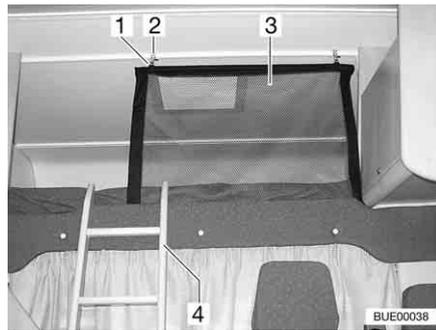
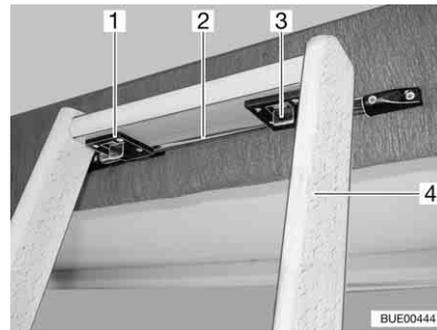

Bild 82 Alkovenbett
Bild 83 Aufstiegsleiter, Verriegelung
Aufstiegsleiter Zum Besteigen des Alkovenbetts die serienmäßig beigelegte Aufstiegsleiter (Bild 82,4 und Bild 83,4) benutzen.
- Die Leiter mit den beiden Haken (Bild 83,1) in die Stange (Bild 83,2) an der Alkovenblende einhängen.
- Die beiden Verriegelungen (Bild 83,3) nach vorne schieben.
Sicherungsnetz Das Sicherungsnetz (Bild 82,3) ist serienmäßig zwischen Matratze und Lattenrost verstaut. Das Sicherungsnetz erst aufspannen, wenn sich die Personen bereits im Alkoven befinden.
- Die Halterung (Bild 82,1) in die Ösen an der Decke (Bild 82,2) einhängen.